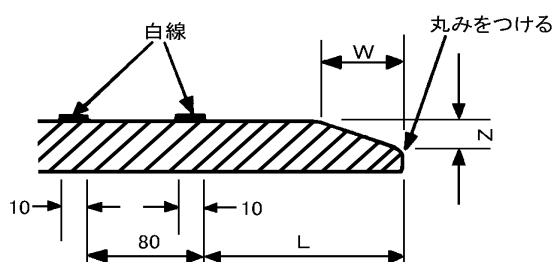

図 2-4 切管面取り寸法と白線の位置
- 4 接合に当たっては、管径に応じてフォーク、ジャッキ、レバブロック等の接合器具を使用し、管表示白線の位置まで挿入すること。（図2-4参照）
また、加工部塗装の後、所定の位置に白線を記入すること。（図2-4参照）